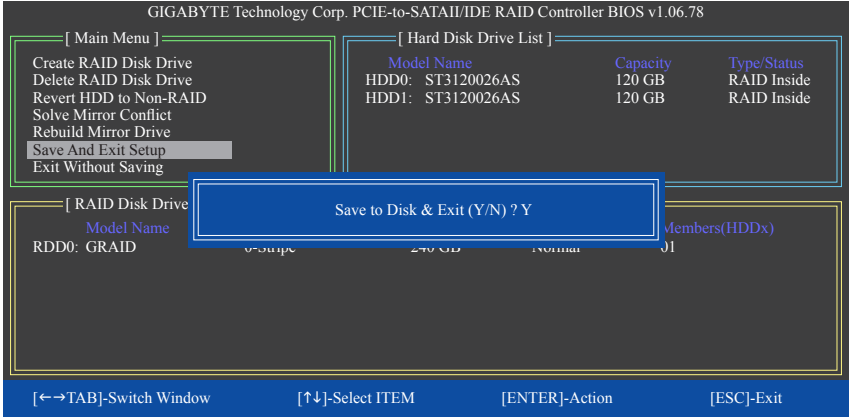

图10
7. 保存设定并退出(Save And Exit Setup)：设定好磁盘阵列后在退出RAID设定程序前，请务必在主画面选择“Save And Exit Setup”。确定退出请按<Y>，取消请按<N> (图10)。